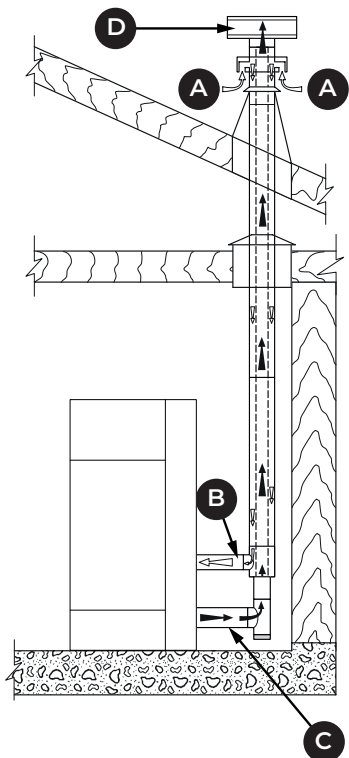

Fig. 16
- Raccorder le tube d'évacuation de la fumée (A) («Fig. 16»).